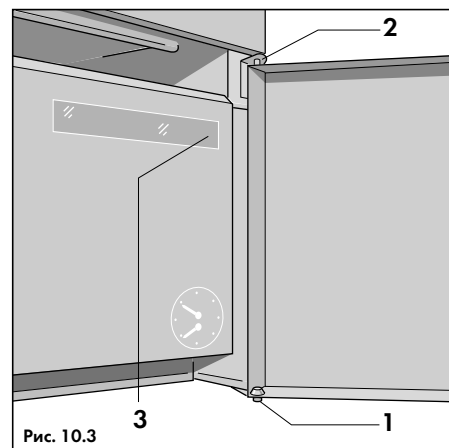

Рис. 10.3
- Осторожно нажать на верхний шарнирный штифт (2, рис. 10.3) так, чтобы дверца аппарата вышла из зацепления, и снять ее с нижнего шарнирного штифта (1, рис. 10.3) вверх;